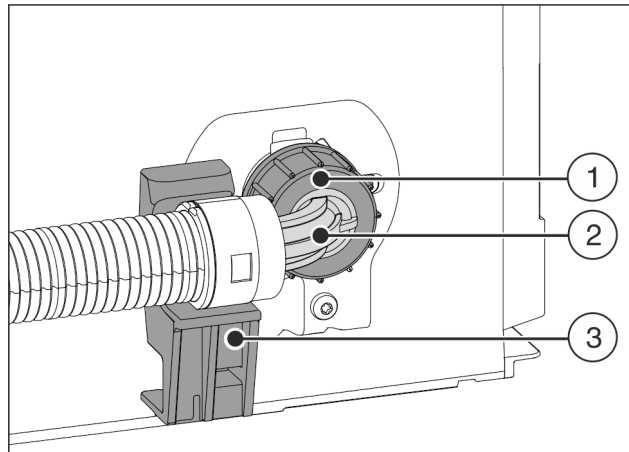

Fig. 9
- ▶ Розмістити та утримувати кінець шлангу під кутом Fig. 9 (2) горизонтально на тримачі Fig. 9 (3).
- ▶ Накрутити гайку Fig. 9 (1) рукою на різьбу до досягнення надійної міцної посадки.